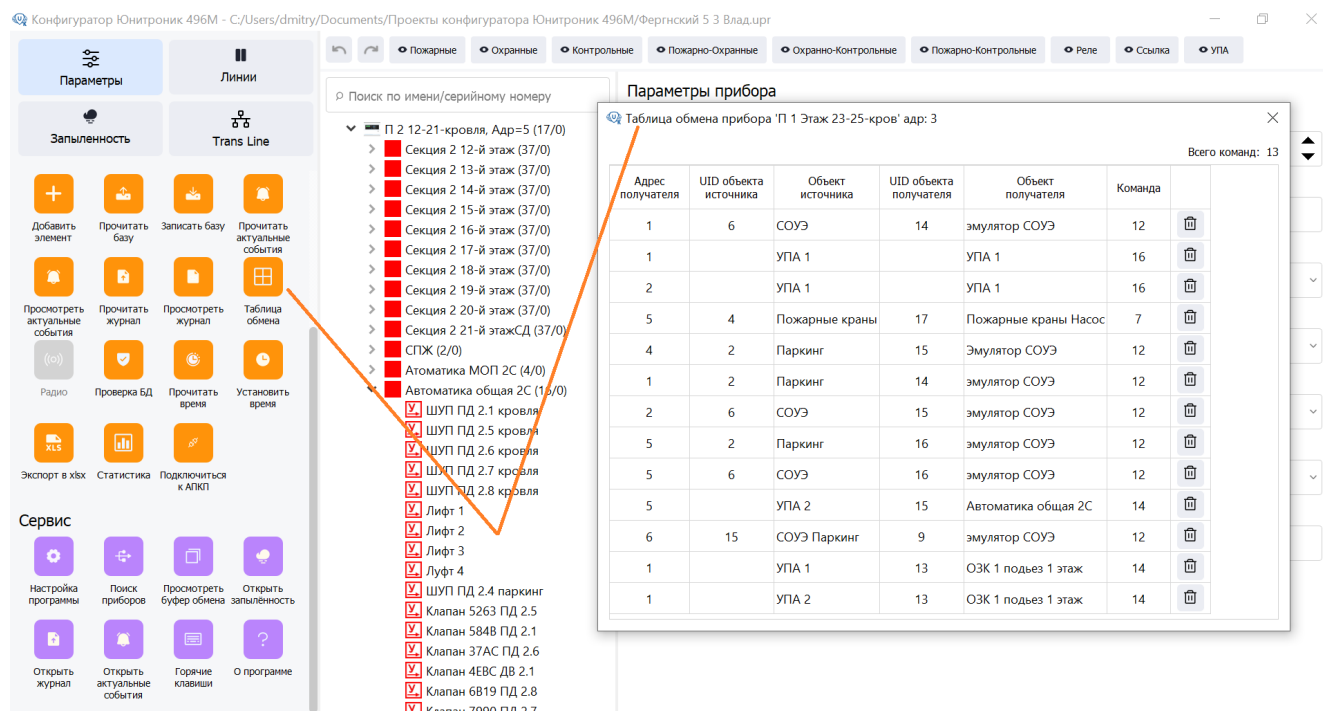

Рис.31. Формирование таблицы обмена.
3.7. Одновременно с созданием таблицы Trans Line формируется Таблица обмена в АПКП-источнике, которая содержит данные, необходимые для выполнения команды: имя Объекта и тип события, номер команды, сетевой адрес АПКП-получателя и имя Объекта получателя. Таблица обмена вызывается выделением Прибора и затем нажатием кнопки «Таблица обмена», как показано на рис.31.